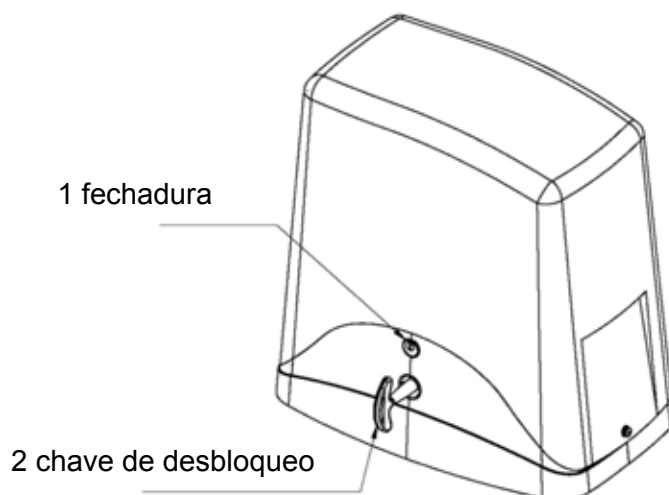

fig.3
1. Insira a chave fornecida na posição 1 fechadura e rode de 90° no sentido contrário ao ponteiro do relógio (fig.3)
2. Insira a chave de desbloqueio na posição 2 e rode sentido horário até ao completo desbloqueio do pinhão (fig.3).
Para a correcta instalação da cremalheira desbloqueie o motorreductor do modo indicado na (fig.3) e abra o portão completamente.